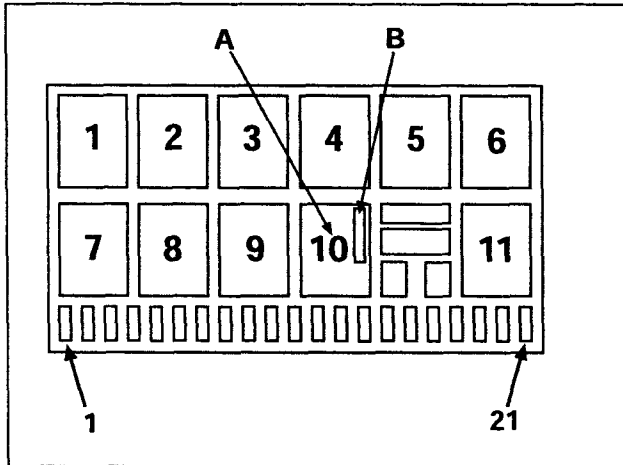

Рис. 6.1. Перемкните предохранителем тест-контакты в коробке реле (Audi 80 и 100 до июля 1988 г.)
Над реле топливного насоса (см. рис. 6.1) только для "мигающих" кодов.
- 4 С помощью предохранителя перемкните тест-контакты над реле топливного насоса (см. рис. 6.1) минимум на 5 секунд.